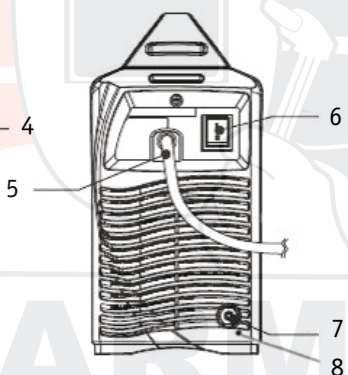
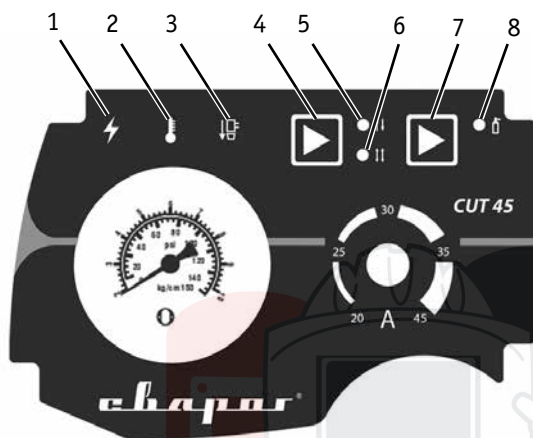

Рис. 1.2
Рис. 2
Перед началом работы необходимо установить в плазменный резак все необходимые детали. Индикатор на панели управления (3) (**рис. 2**) загорается, если части резака установлены не полностью или неправильно.
Подключите аппарат к однофазной сети питания 220 вольт. Включите аппарат с помощью выключателя на задней панели аппарата (6) (**рис. 1.2**), должен загореться индикатор сети (1) (**рис. 2**).
Избытки паров воды, содержащиеся в воздухе, накапливаются в дренаже в виде воды, которая вытекает через дренажное отверстие на задней панели аппарата (8) (рис. 1.2).
1. Перед началом работы осуществите холостой продув плазменного резака воздухом, включив режим проверки газа с помощью переключателя режимов (7) (рис. 2), отображаемым свечением индикатора (8) (рис. 2).
2. Переведите аппарат в режим реза с помощью повторного нажатия переключателя режима (7) (рис. 2), индикатор (8) погаснет (рис. 2).
3. Выберите необходимый режим 2Т или 4Т с помощью переключателя (4) (рис. 2)